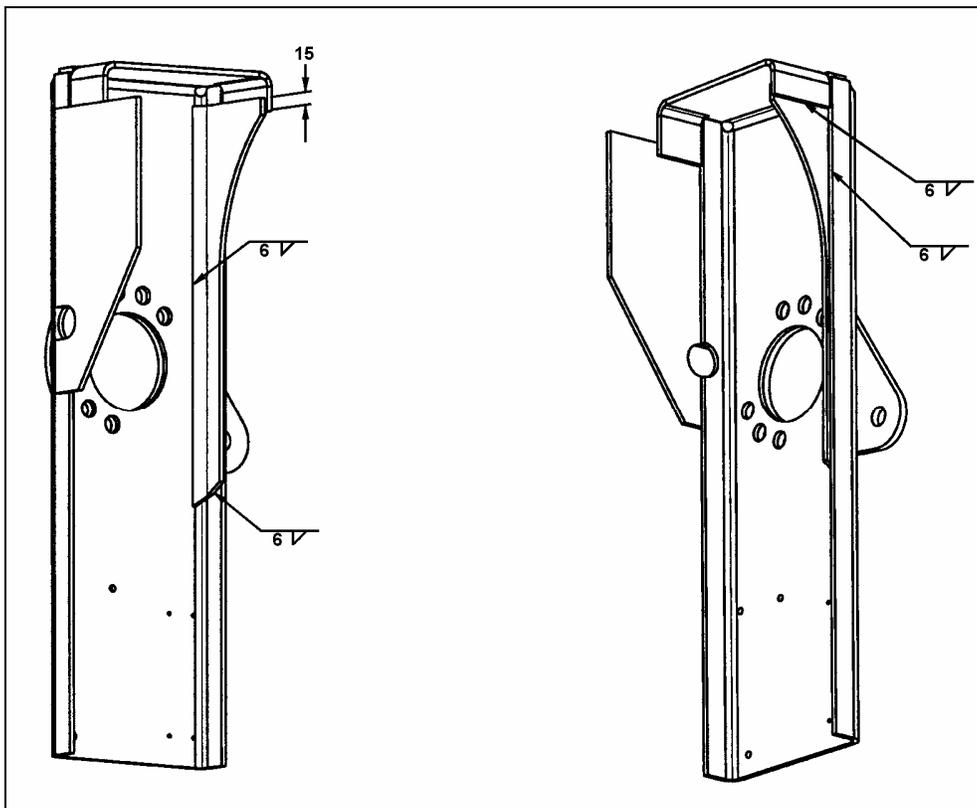

FIGURE 2
- À l'aide d'une meule, nettoyer le support pour assurer une surface d'appui adéquate au renfort. Appuyer le renfort sur le support tel que montré à la figure 2, utiliser une pince-étau en «C» pour le maintenir en place.
- Pour le soudage du renfort, se référer à la figure 2 et aux spécifications indiquées au paragraphe : **Soudure acier – acier.**